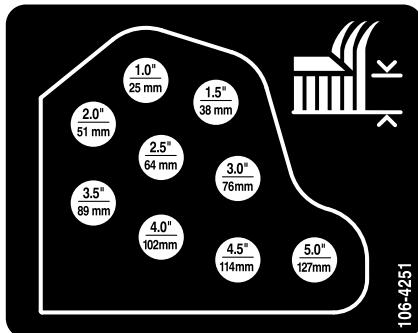

Bild 21
6. Montieren Sie die Schnitthöhenketten im gewünschten Schnitthöhenloch (Bild 21) und befestigen Sie sie mit dem Splint und dem Lastösenbolzen.